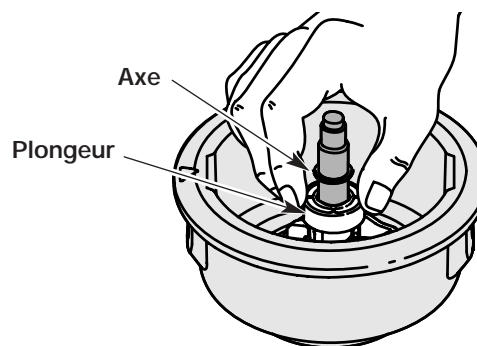

Fig. 30
5. Nettoyez l'axe et la surface intérieure de la bobine extérieure. Pour nettoyer l'axe dissimulé sous le plongeur, appuyez sur celui-ci (Fig. 30). Enlevez toute trace de saleté et de débris de l'axe.